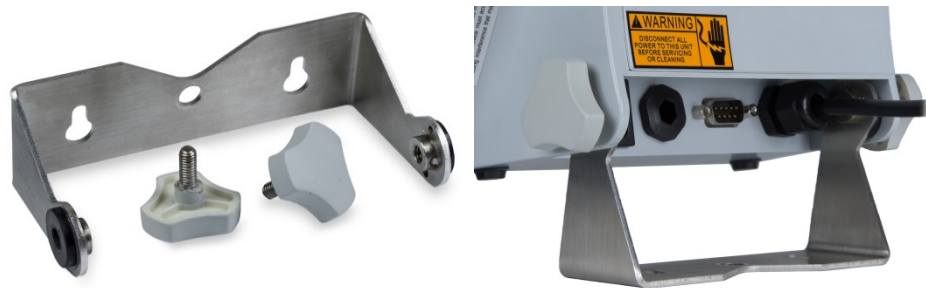

Figura 2-5: Staffa e pomelli di serraggio
1. Utilizzare i due pomelli per fissare le staffe alla parte inferiore del terminale, come mostrato in Figura 2-5.